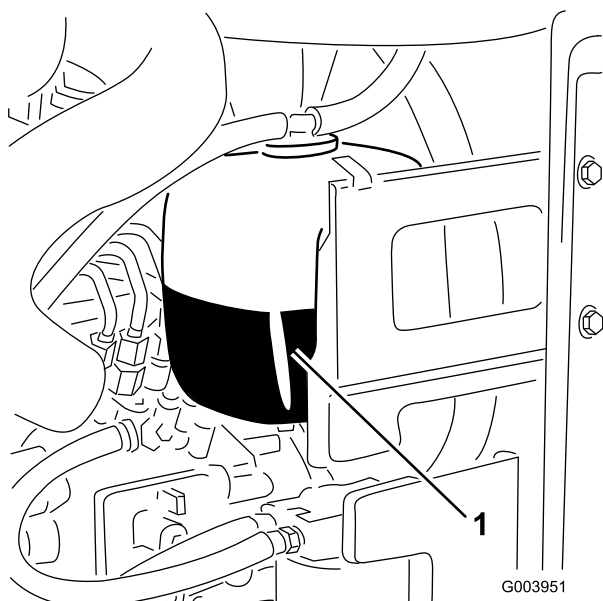

Figura 56
1. Compruebe el nivel de refrigerante en el depósito de expansión (Figura 56).